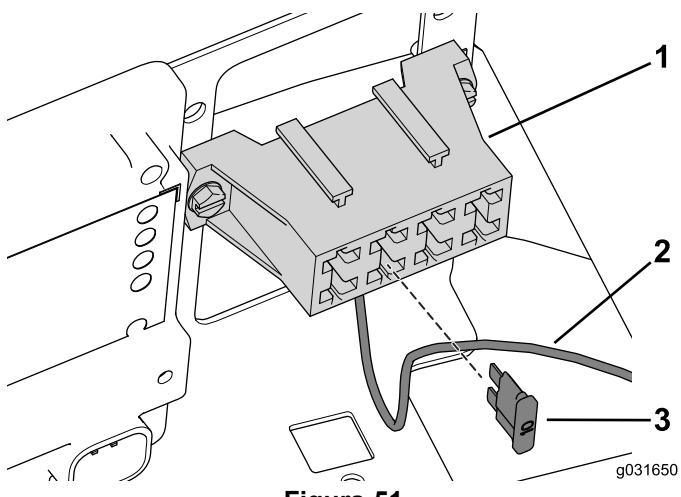

Figura 51
- 2. Ligue o cabo da alimentação da cabina a um espaço aberto no bloco de fusíveis (Figura 51).
- 3. Instale um fusível de 10 A na ranhura associada ao cabo (Figura 51).